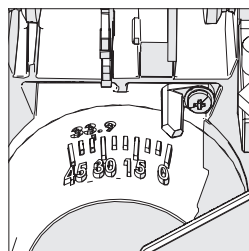

Fig. 8
- Compruebe que el cabezal de corte está en posición vertical, apoyado contra su tope, y que el puntero de bisel señala 0° en la escala (Fig. 8).